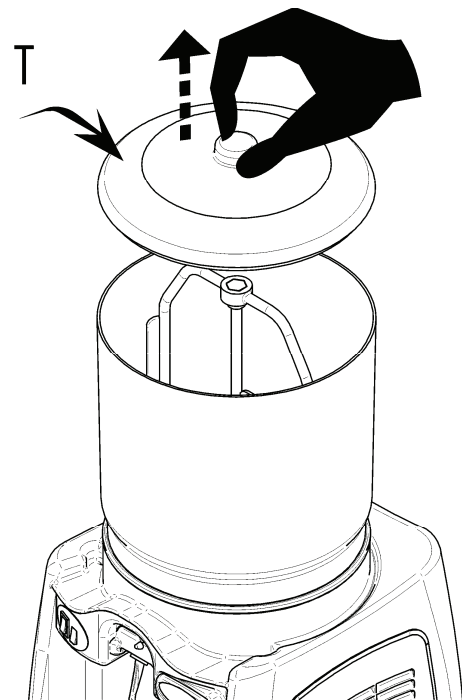

Abbildung 6
3.- Den Deckel (T) nach oben abziehen (**Abb. 6**).